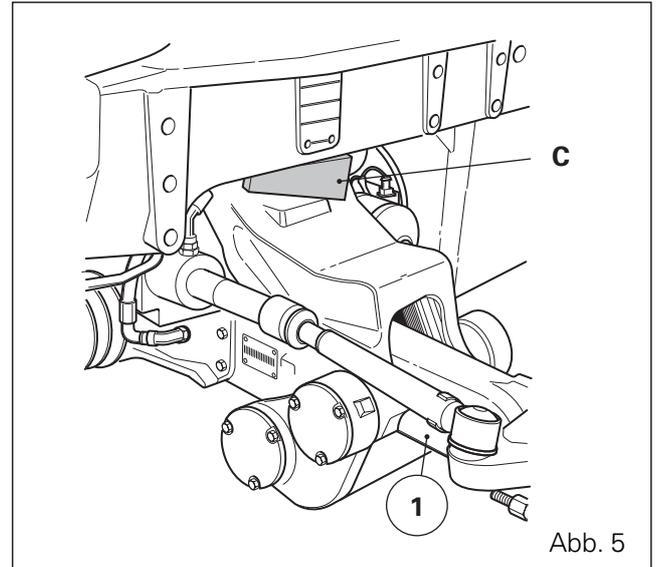

Abb. 5
39. Die Handbremse anziehen und die Vorderachse mit Hilfe von dreieckigen Einstellscheiben „C“ verriegeln (Abb. 5) Die Hinterräder festsetzen.
43. Die Schutzvorrichtungen (2) (2A) und die Kardanwelle der Transmission entfernen (siehe Abschnitt 8F03).